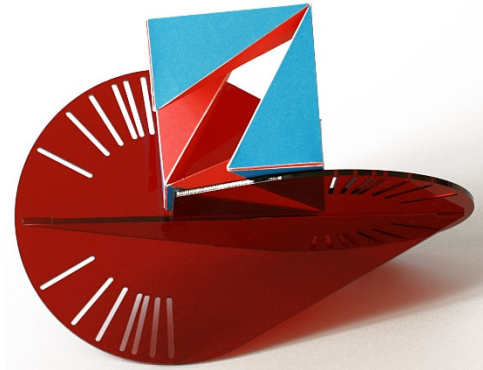

Abb. 2: Visualisierung der Formentstehung des OLOID während der Inversion des Würfelgürtels. Abbildung von <http://www.kuboid.ch>
- Ein Oloid kann auch als Umhüllungsform von zwei deckungsgleichen, senkrecht zueinander stehenden Kreisen, bei denen der Umfang des einen Kreises durch den Mittelpunkt des anderen Kreises verläuft beschrieben werden (siehe Abb. 2)